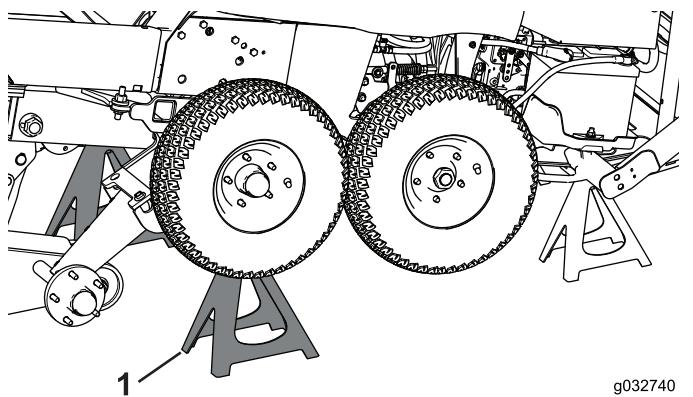

Bild 89
- 1. Stützbock (2)
5. Stützen Sie den Winterrahmen mit Achsständern ab (Bild 89).
6. Entfernen Sie die Vorderräder (Bild 89).